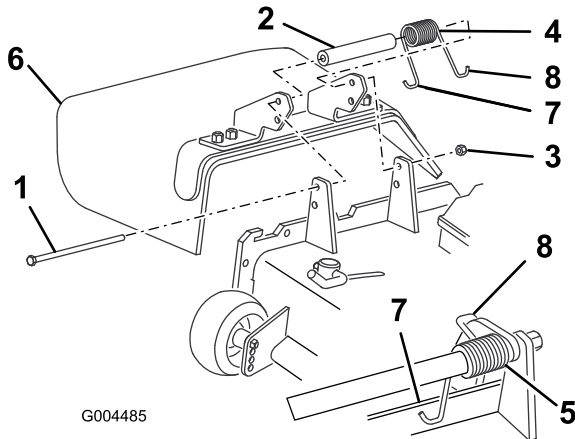

Figure 80
2. Retirez le contre-écrou, le boulon, le ressort et l'entretoise qui fixent le déflecteur aux supports de pivot (Figure 80). Enlevez le déflecteur s'il est endommagé ou usé.
Remarque: Accrochez l'extrémité en J gauche du ressort derrière le bord du plateau avant de mettre le boulon en place, comme indiqué à la Figure 80.
4. Remettez le boulon et l'écrou. Accrochez l'extrémité en J droite du ressort au déflecteur d'herbe (Figure 80).
3. Placez une entretoise et un ressort entre les supports du déflecteur d'herbe de rechange (Figure 80). Accrochez l'extrémité en J gauche du ressort derrière le bord du plateau.